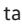

Fig. 152 No compartimento do motor: tampa da abertura para enchimento de óleo do motor.
4. Identificar a abertura para enchimento de óleo do motor e a vareta de medição do óleo. A abertura para enchimento do óleo do motor é identificada pelo símbolo  na tampa → Fig. 152 e pela vareta de medição do óleo com a alça colorida. Se não estiver claro onde a tampa e a vareta de medição do óleo se encontram, procurar uma Concessionária Volkswagen ou uma empresa especializada.
9. Desrosquear a tampa do bocal de enchimento de óleo do motor → Fig. 152.